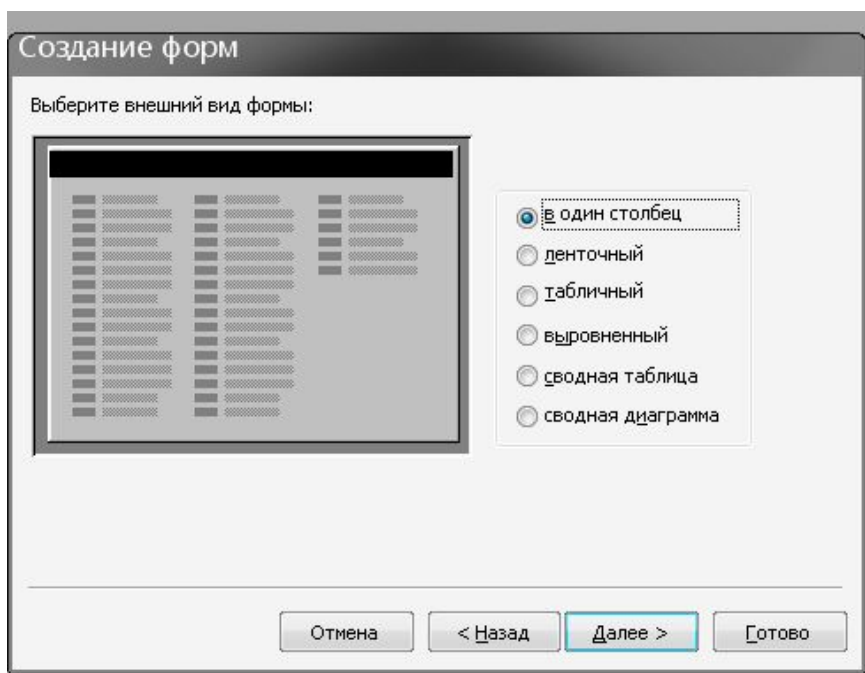

Рис. 2.13 – Вікно вибору зовнішнього виду форми
3. У вікні, що з'явилося (рис. 2.13), необхідно вибрати зовнішній вигляд форми і натиснути кнопку .